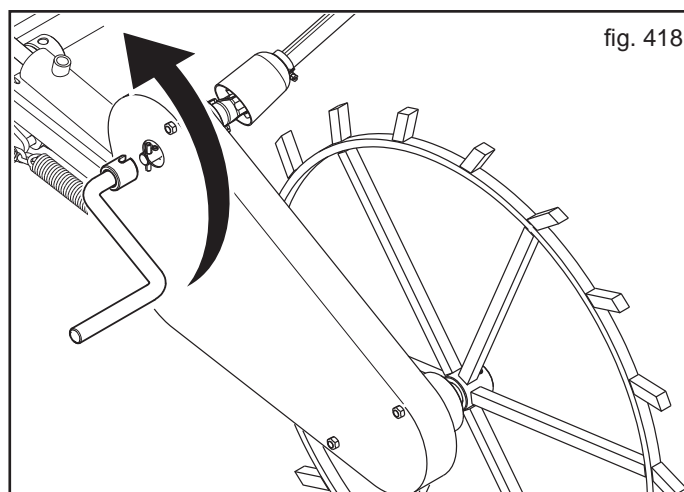

fig. 418
- 6) Para la fase efectiva de la prueba de dosificación, introduzca la manivela de rotación en la caja de transmisión y gírela hacia la izquierda (Fig. 418), como se indica en la calcomanía: las vueltas de la manivela corresponden a 1/40 de hectárea.